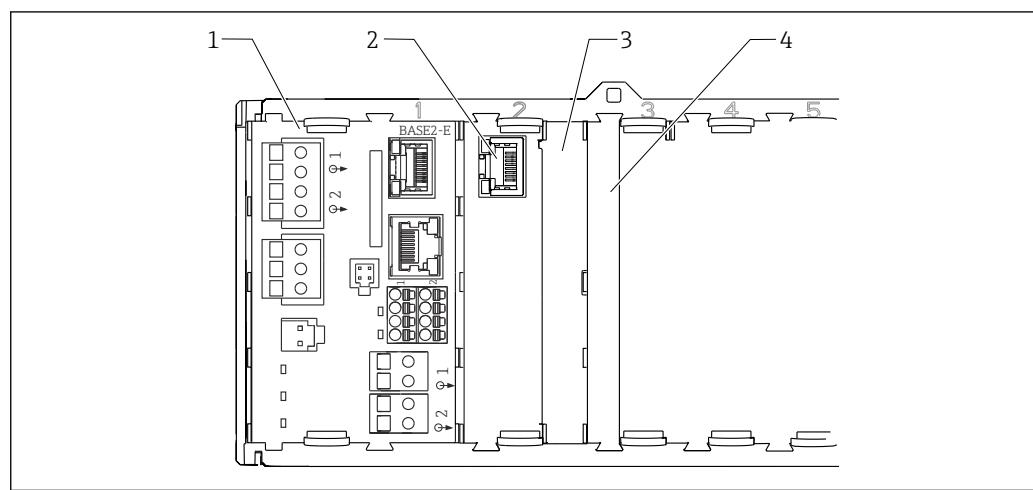

图 28 控制器外壳内的接线腔
- ▶ 插槽未全部使用时，对于非防爆型设备：必须在最后一个模块右侧的 → (图 28, 图 25)。这样才能保证设备不受冲击影响。